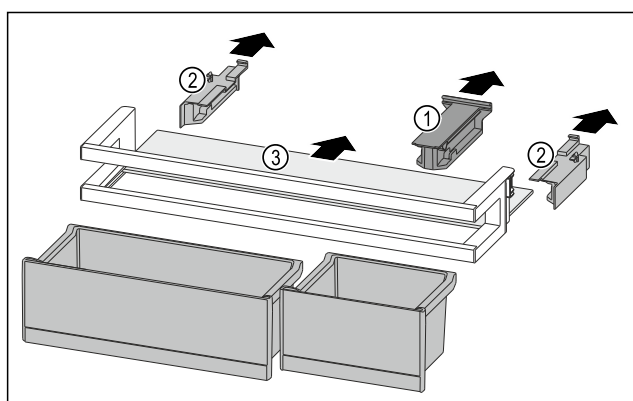

Fig. 251
- Estrarre l'elemento di tenuta Fig. 251 (1).
- Togliere gli elementi laterali Fig. 251 (2).
- Rimuovere il ripiano Fig. 251 (3).